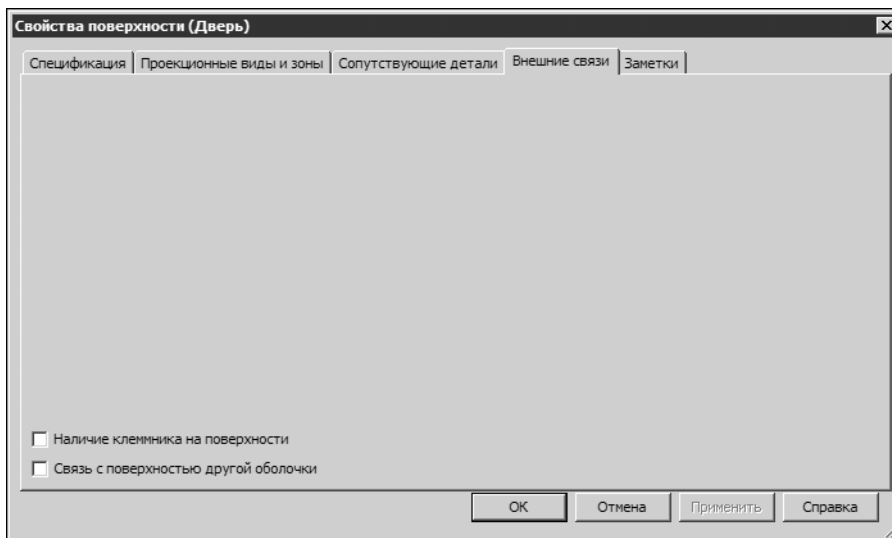

Рис. 26.6. Свойства поверхности
3. Для поверхностей, на которых не должен устанавливаться клеммник, отключите признак наличия клеммника. Откройте диалог **Свойства поверхности** и на вкладке **Внешние связи** отключите опцию **Наличие клеммника на поверхности** (рис. 26.6).
4. Для поверхностей, соединения с которых не должны уходить на поверхности других оболочек отключите опцию **Связь с поверхностью другой оболочки** на вкладке **Внешние связи** диалога **Свойства поверхности** (рис. 26.6).